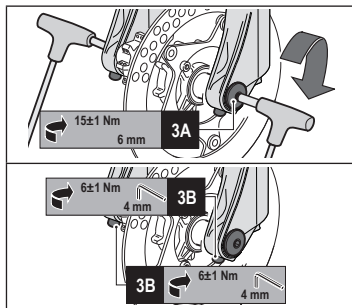

Figura 3 - ø20mm eje pasante: Instalación de rueda
- Alinee el centro de la rueda con los dos ejes rueda (véase **3A** en **Figura 3**).
- Introduzca el eje a través del soporte rueda derecho, de la rueda y del soporte rueda izquierda (véase **3A** en **Figura 3**).
- Apriete el eje al par de torsión previsto (**15±1 Nm**) actuando en el tapón del perno (véase **3A** en **Figura 3**) con dos llaves Allen de 6 mm.
- Ayudándose con una llave Allen de 4 mm, apriete los tornillos colocados sobre los dos dispositivos de retención al par de torsión previsto (**6±1 Nm**) (véase **3B** en **Figura 3**).